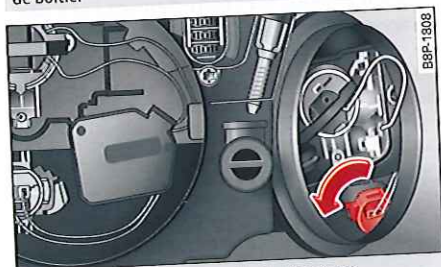

Fig. 222 Douille de l'ampoule du clignotant
- ▶ Tournez la fiche de l'ampoule dans le -sens de la flèche- jusqu'en butée ⇒ *fig. 222* et retirez la fiche avec l'ampoule du boîtier du phare.